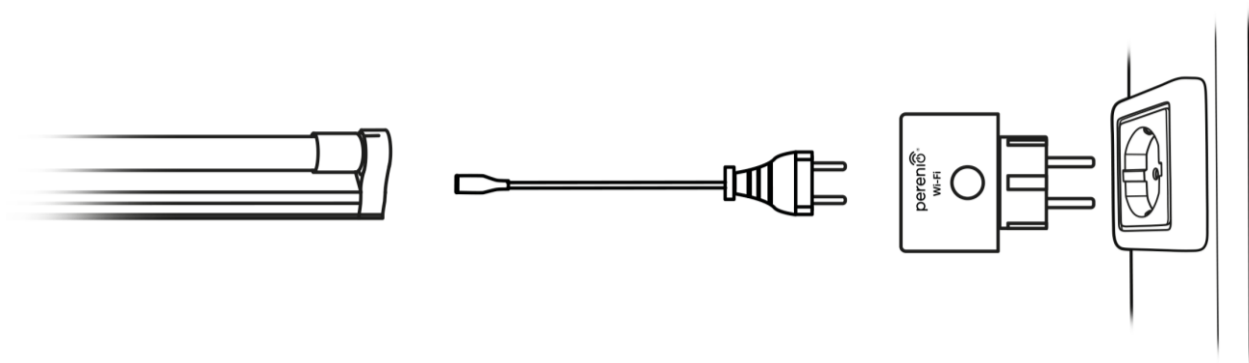

Bild 5 – Elektrischer Anschlussplan (mit der Steckdose Power Link Wi-Fi)
3. Schließen Sie die UV-Lampe mit dem Netzkabel an die intelligente Steckdose an (siehe Abbildung 5 oben).